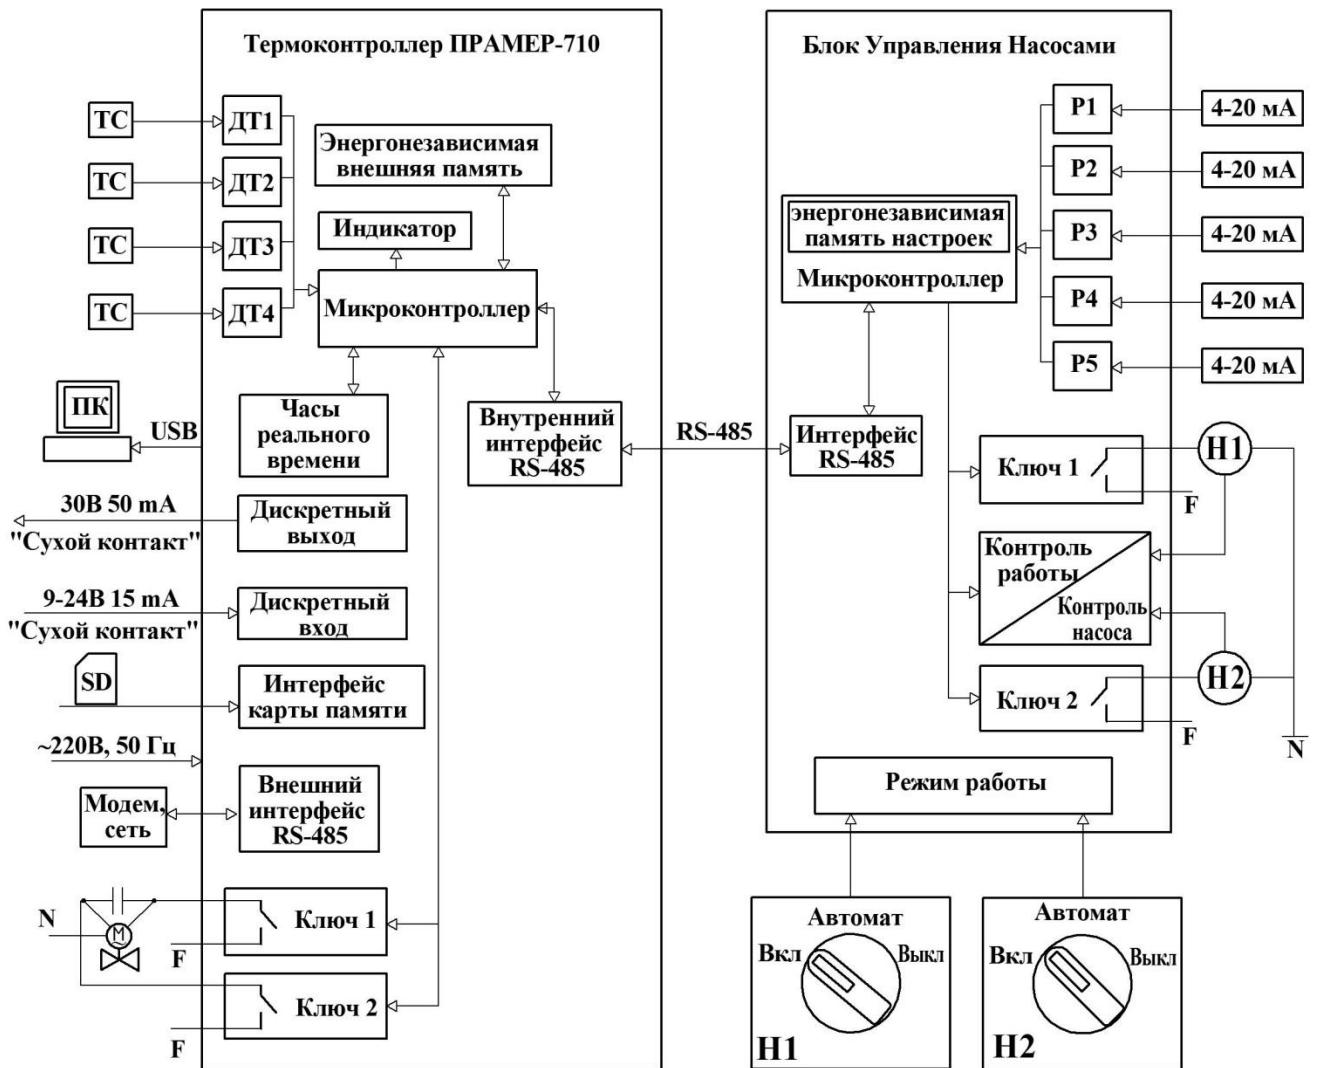

Рисунок 3 – Структурная схема комплекса - БУН и ПРАМЕР-710
2.2.7 Внешнее (ручное) управление насосами осуществляется подключением к БУН выносного терминала или внешнего пульта и т.д (см. Рисунок 3). Для каждого насоса предусмотрено управление с помощью 3-хпозиционного переключателя (ON-OFF-ON с фиксацией положения – "ВКЛ"- "АВТОМАТ"- "ВЫКЛ" соответственно).